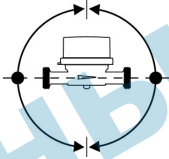

Рисунок 1 Схема установки счетчика на трубопроводе
- счетчик может устанавливаться на горизонтальном, наклонном и вертикальном трубопроводе в соответствии с рис.1;